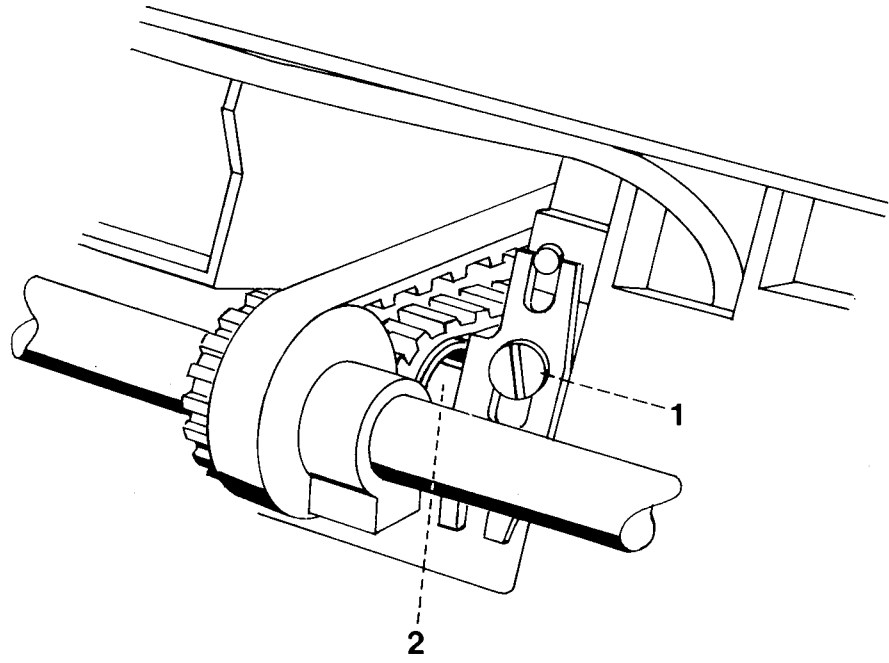

Fig. 1
- Die Schraube 1 lösen (siehe Abb. 1).
- Loosen screw 1 (Fig. 1).
- Desserrer la vis 1 (voir fig. 1)